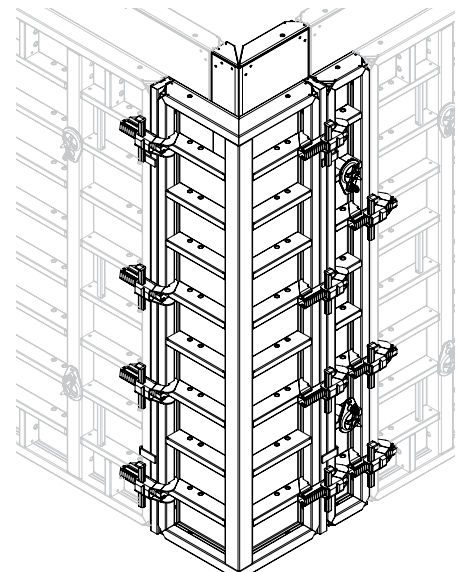

Fig. B.1.02b
- Elem. angolo ester. (Fig. B.1.02b)